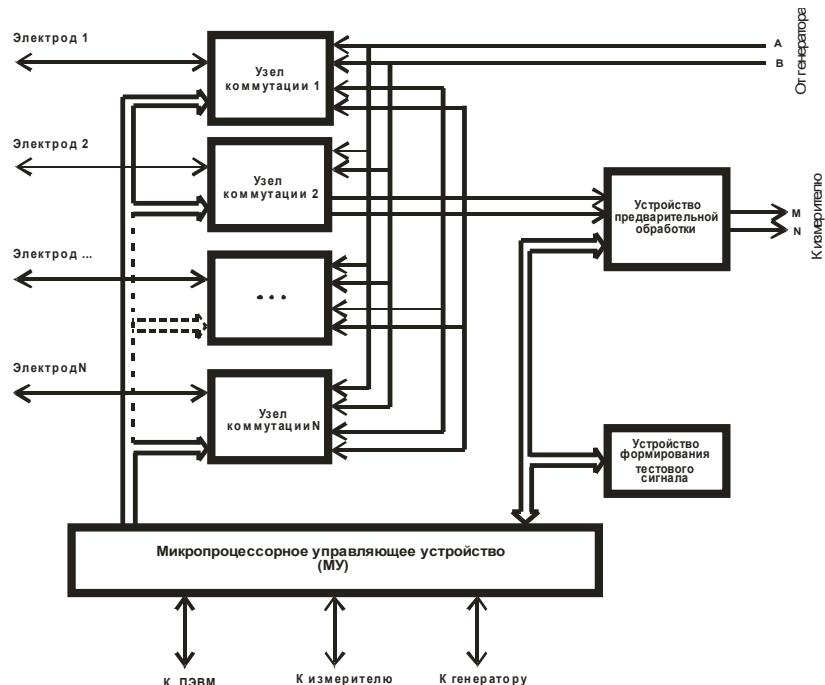

Рисунок 8 – Структурная схема коммутатора
4.4.1 Структурная схема коммутатора приведена на рисунке (Рисунок 8)